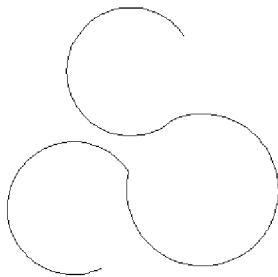
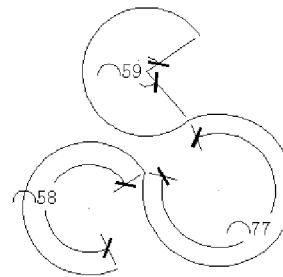

图 3.11 原图
图 3.12 标注弧长尺寸
- (1) 单击“弧长”标注按钮 A ,选择要标注的对象。
(2) 移动光标会出现标注线及尺寸,移至适当位置后单击鼠标左键即可完成该对象的尺寸标注。图 3.11 所示为原图,图 3.12 所示为标注尺寸后效果。